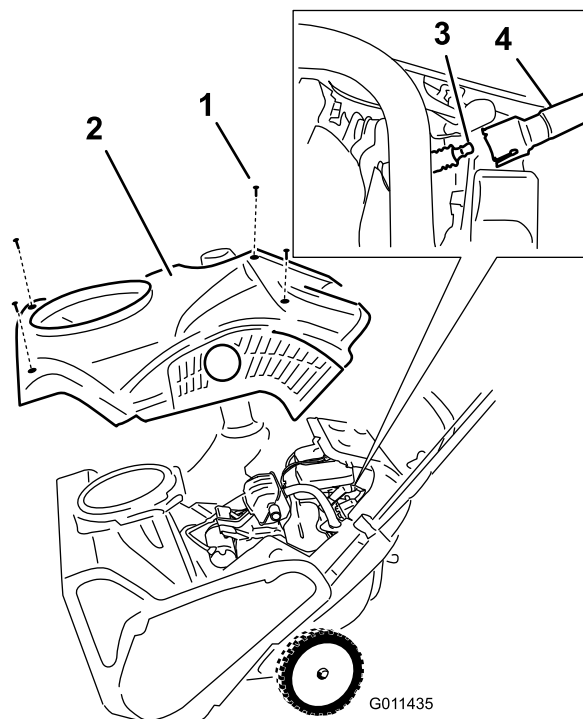

Figure 34
4. Enlevez les 4 vis de fixation du carénage (Figure 34).
6. Enlevez le carénage (Figure 34).